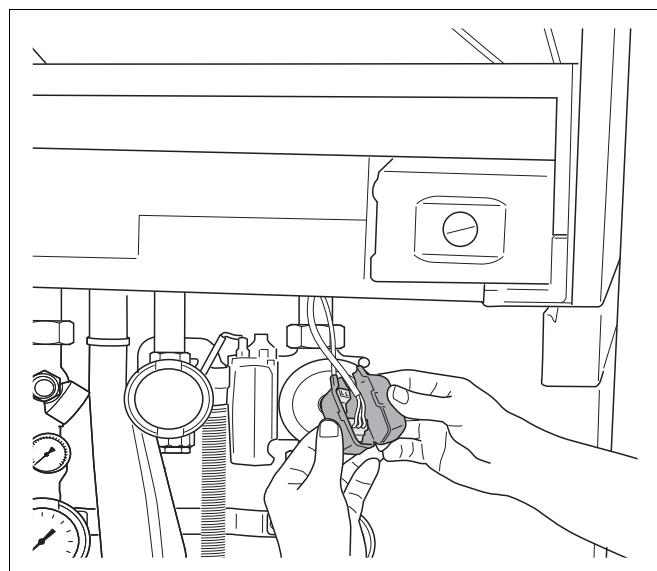

Fig. 42 Rimozione dei tappi di protezione
- Rimuovere la calotta protettiva dei due connettori liberi sul cavo di collegamento del modulo funzionale (fig. 42).
- Collegare i connettori liberi del cavo di collegamento di alimentazione di rete 230 VAC (fig. 42) al modulo funzione (fig. 43, pos. 1). Qualora si utilizzino più moduli, l'alimentazione a CA, 230 V del secondo modulo potrebbe essere derivata dal primo modulo. Utilizzare il cavo fornito in dotazione al modulo.